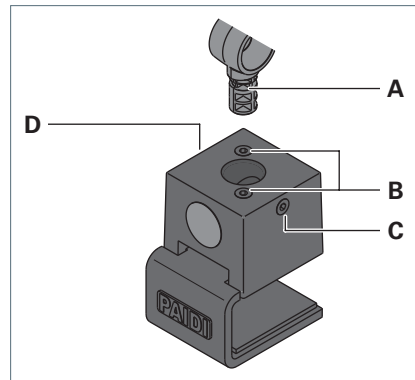

Fig. 1: Monteren.
- ▶ Fixeer de tafelklem met de schroeven **B** aan het montageoppervlak, zie Fig. 1.